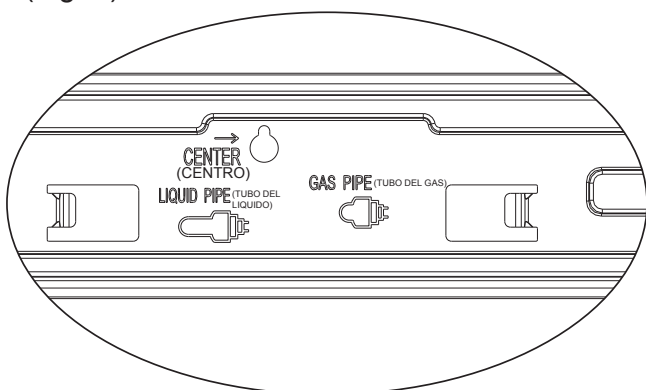
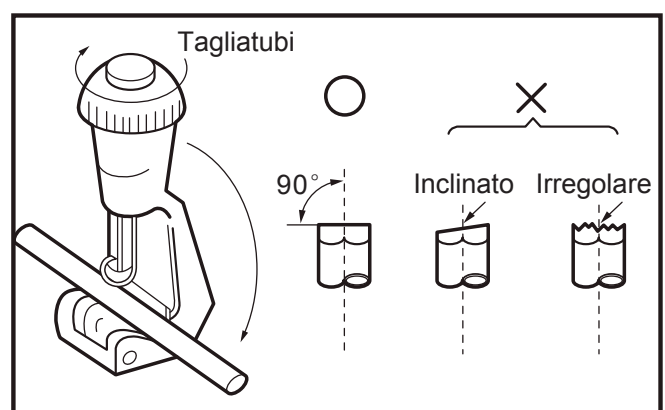

Fig. 3
Fig. 4
- 2) Tagliare il tubo e il cavo. Tagliare il tubo del liquido e del gas alla giusta lunghezza secondo la posizione indicata sulla piastra di montaggio alla parete (Fig. 3). Assicurarsi che il taglio sia piano (Fig. 4).